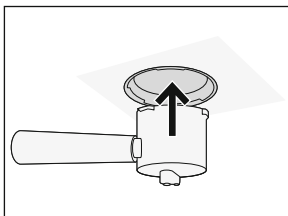

Fig. 4
8. Premere il supporto fino a incastrarlo nell'aggancio e girare l'impugnatura in direzione della scritta «CLOSE» fino all'aggancio stesso (fig. 4 e 5).